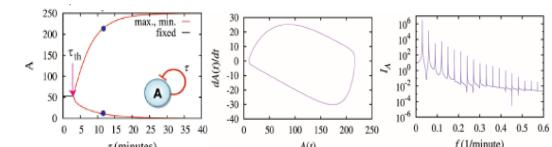

図2 定常状態と特徴的周期性
- 1つの自己転写抑制ループを持つ遺伝子 (a) 遅延時間 ( $t$ ) が短い ( $< 3.1$ 分) と発現及び分解するタンパク質濃度変化は定常状態、長くなると周期性を示す (図2)。